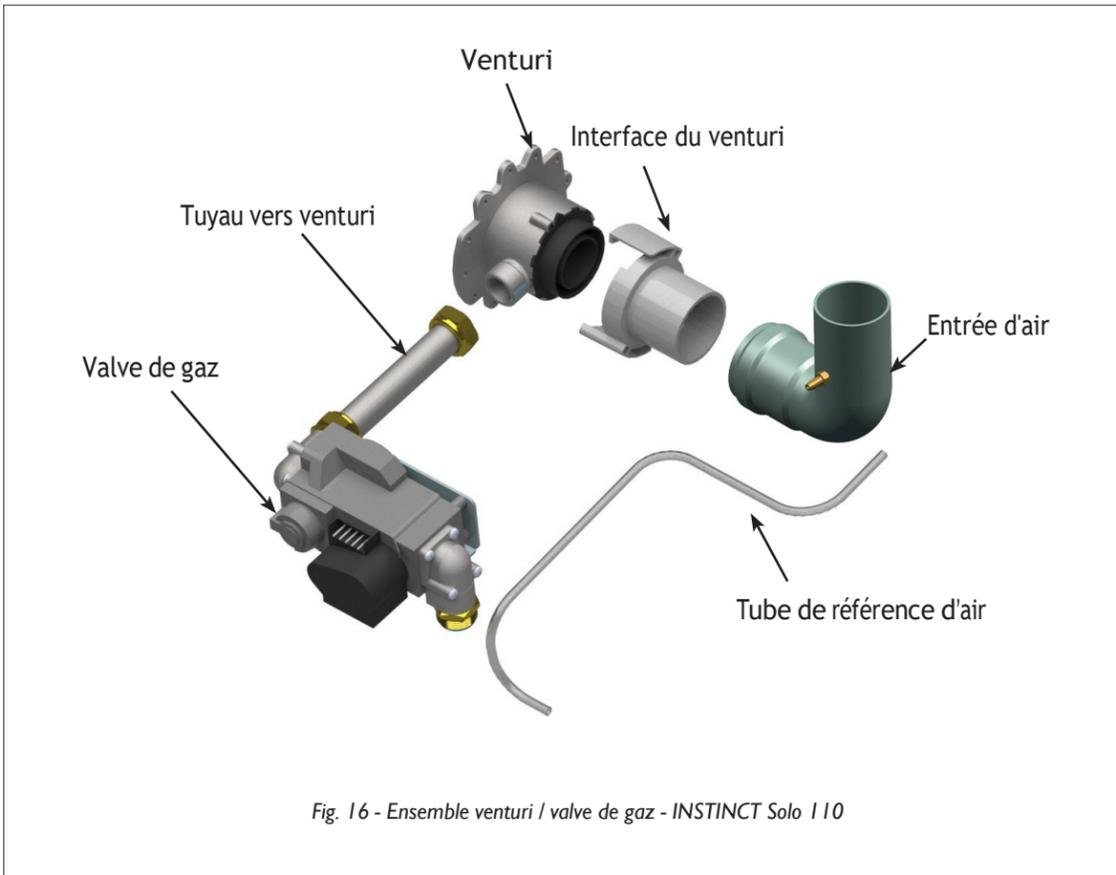

Fig. 16 - Ensemble venturi / valve de gaz - INSTINCT Solo 110
1. Les raccordements du diffuseur utilisés dépendront de la disposition de la tuyauterie des systèmes. Consultez la Fig. 16 en page 32 jusqu'à la Fig. 11 en page 21 pour connaître les applications de tuyauterie courantes du système et le câblage de diffuseur associé. Consultez la Fig. 10 en page 20 et le Supplément relatif à la commande CTRLMax INSTINCT pour connaître les options additionnelles.